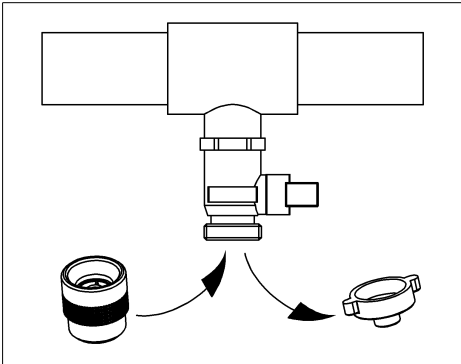

Fig. 2 : Monter l'adaptateur QUICK-AN
- Monter l'adaptateur QUICK-AN avec filetage femelle $\frac{3}{4}$ ", clapet antiretour intégré et joint plat (cf. fig. 2).